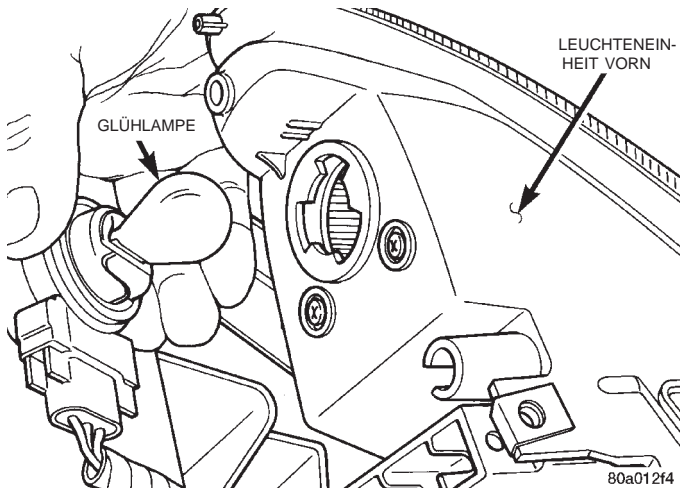

Abb. 2 Glühlampe für Standlicht und Blinker
- (1) Motorhaube entriegeln und öffnen.
- (2) Die Schrauben lösen, mit denen die vordere Leuchteinheit am Kühlerabschlußblech befestigt ist.
- (3) Leuchteinheit vom Kühlerabschlußblech abnehmen.
- (4) Lampenfassung eine Viertelumdrehung nach links drehen.
- (5) Fassung von der Rückseite der Leuchte abziehen (Abb. 2).
- (6) Glühlampe aus der Fassung ziehen.
- (1) Glühlampe in die Fassung einsetzen.
- (2) Fassung an der Rückseite der Leuchte ansetzen (Abb. 2).
- (3) Fassung eine Vierteldrehung nach rechts drehen.
- (4) Leuchteneinheit am Kühlerabschlußblech ansetzen.
- (5) Leuchteneinheit mit den Schrauben am Kühlerabschlußblech befestigen.